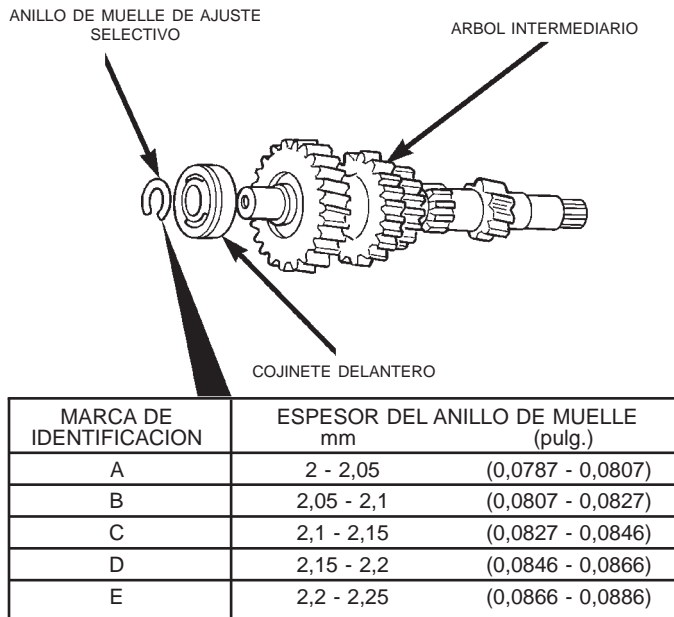

Fig. 105 Anillo de muelle del cojinete delantero del árbol intermedio
(3) Utilice la herramienta especial 8109 y una prensa de taller para alojar el cojinete en el árbol intermedio.
(4) Seleccione el anillo de muelle más grueso que encaje en la acanaladura para anillo de muelle del árbol intermedio (Fig. 105).
(5) Instale el anillo de muelle que fija el cojinete delantero del árbol intermedio al árbol intermedio.
(1) Retire el anillo de muelle de ajuste selectivo que fija el cojinete delantero del árbol intermedio al árbol intermedio (Fig. 105).
(2) Utilice el hendedor de cojinetes P-334, un separador adecuado en el centro del árbol intermedio y una prensa de taller para retirar el cojinete delantero del árbol intermedio.